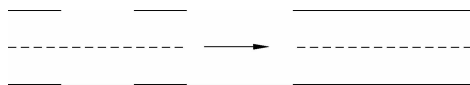

图 4-18 “全部接合”工具
(12)全部接合:用于将已被剪切的多线接合起来,如图 4-18 所示。